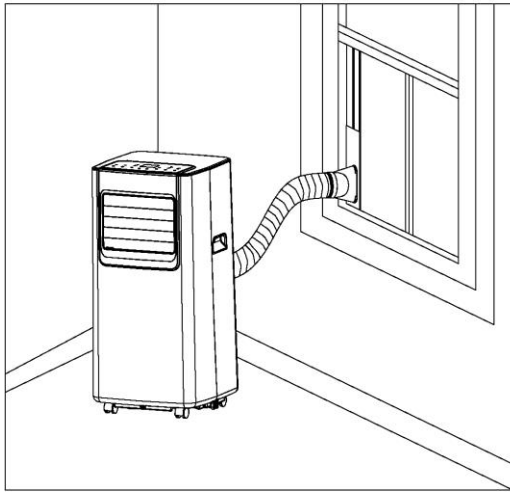
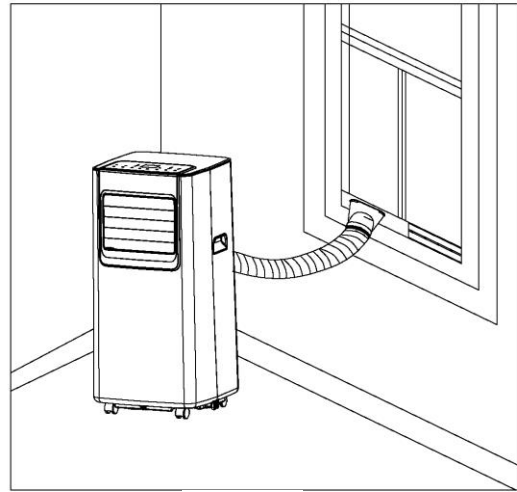

Fig.5
Fig.6
2) Allongez le tuyau d'évacuation et enclenchez l'extrémité plate des raccords du tuyau dans le trou de la plaque d'étanchéité (comme indiqué sur les Fig.5 et Fig.6).